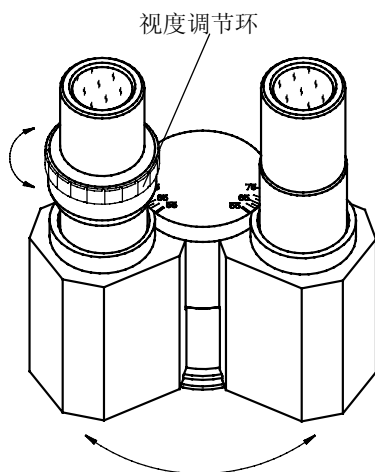

图 4
3. 视度与瞳距调整 (图 4)
- 2) **瞳距的调整** 对于观察者来说是至关重要的，这能给观察带来舒适的视野。瞳距的调节通过铰链式的双目镜筒“折叠”来实现，参照图 4。这是既快速又轻松的调节方式。